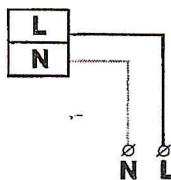

Рис.1.
- Присоедините провода питания к 2-ум клеммам L и N (см. рис.1).